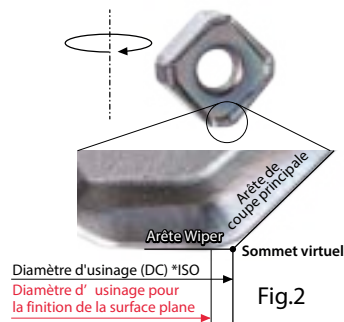

Fig.2
Concernant le diamètre d'usinage (DC) spécifié dans la norme ISO*, la valeur du diamètre d'usinage (Fig. 2) où la surface est finie dépend de la plaquette. Soyez vigilant.